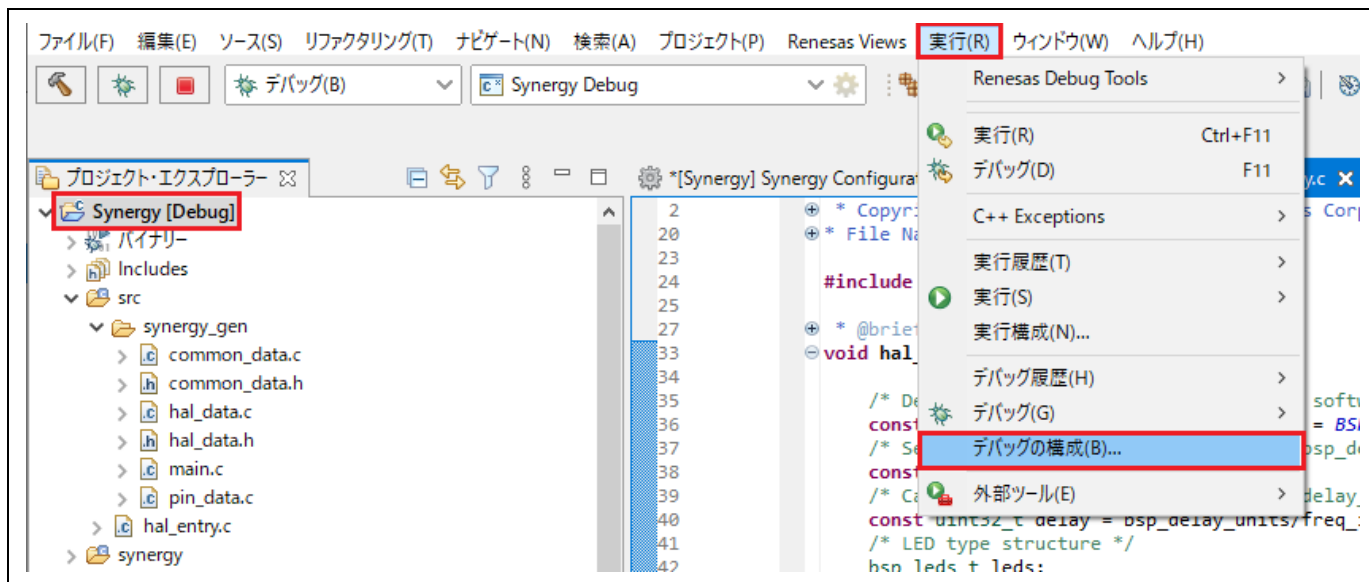

図 5-2 デバッグ - [デバッグ構成] ウィンドウを開く
- (1) [デバッグ構成] ウィンドウを開きます（「図 5-2」参照）。
- (2) [デバッグ構成] ウィンドウの左ペインに表示されたデバッグ構成（例：“Synergy Debug”）を選択し、 アイコンをクリック（現在選択している起動構成をコピー）すると、複製されたデバッグ構成（例：“Synergy Debug (1)”）が作成されます。
- (3) デバッグ構成は「5.1 既存デバッグ構成の変更」で説明した方法で設定できます。